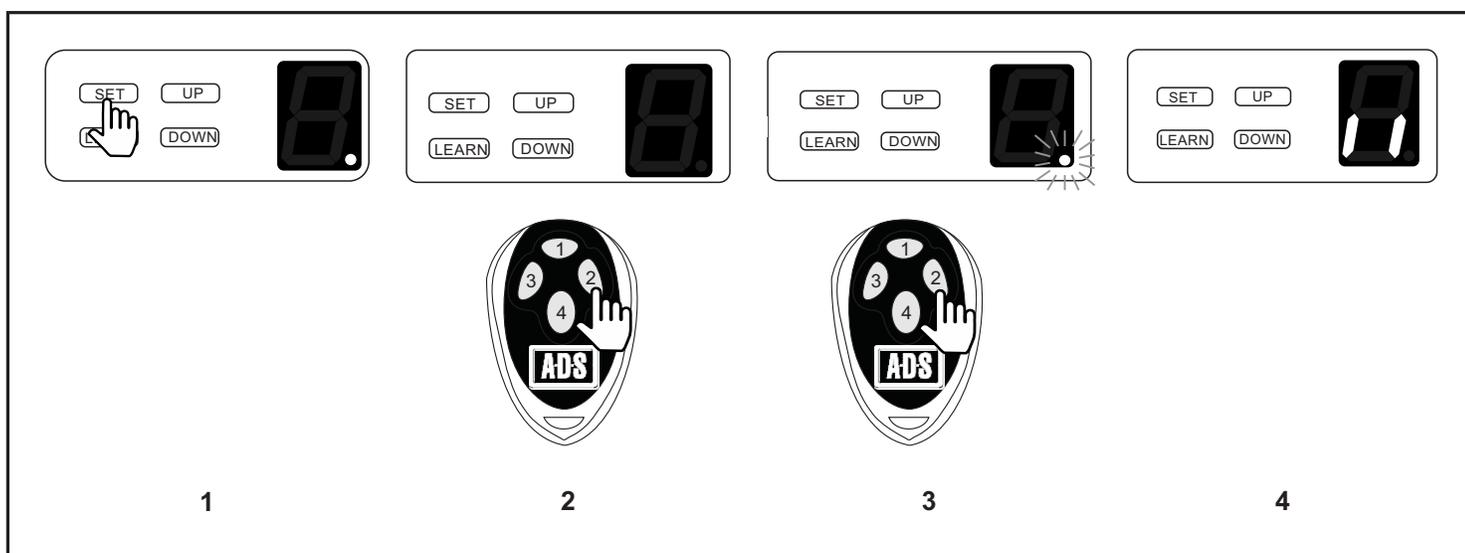

Fig.13
### Agregar Transmisor (grabar). (Fig. 13)
- 2.- Presione durante 2 segundos el botón del Transmisor que desea utilizar (fig.13. botones: 1, 2 ó 4) (el punto en el display se apagará).